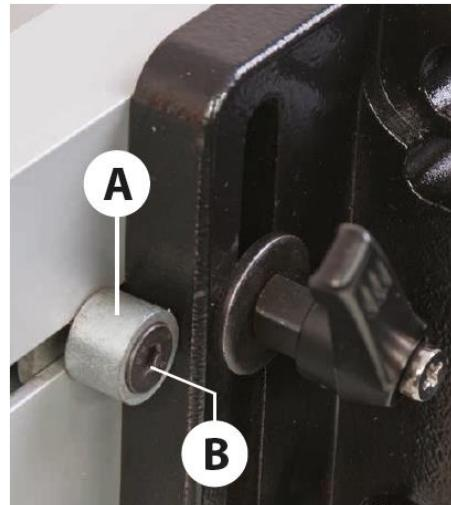

Fig. 8
vis hexagonale de serrage de la butée du guide (B), voir Fig. 8.